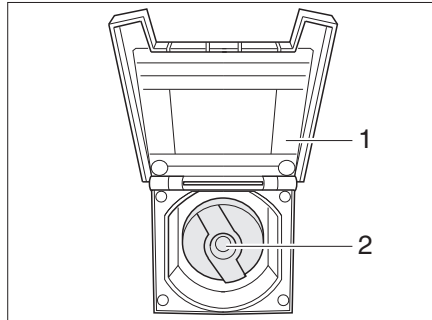

Fig. 257 Couvercle de fermeture pour bec de remplissage d'eau potable
- Ouvrir le clapet de fermeture (Fig. 257,1) vers le bec de remplissage d'eau potable.
- Insérer la clé dans le barillet (Fig. 257,2) et la tourner d'un quart de tour dans le sens inverse des aiguilles d'une montre.
- Ouvrir le bec de remplissage d'eau potable (Fig. 257).